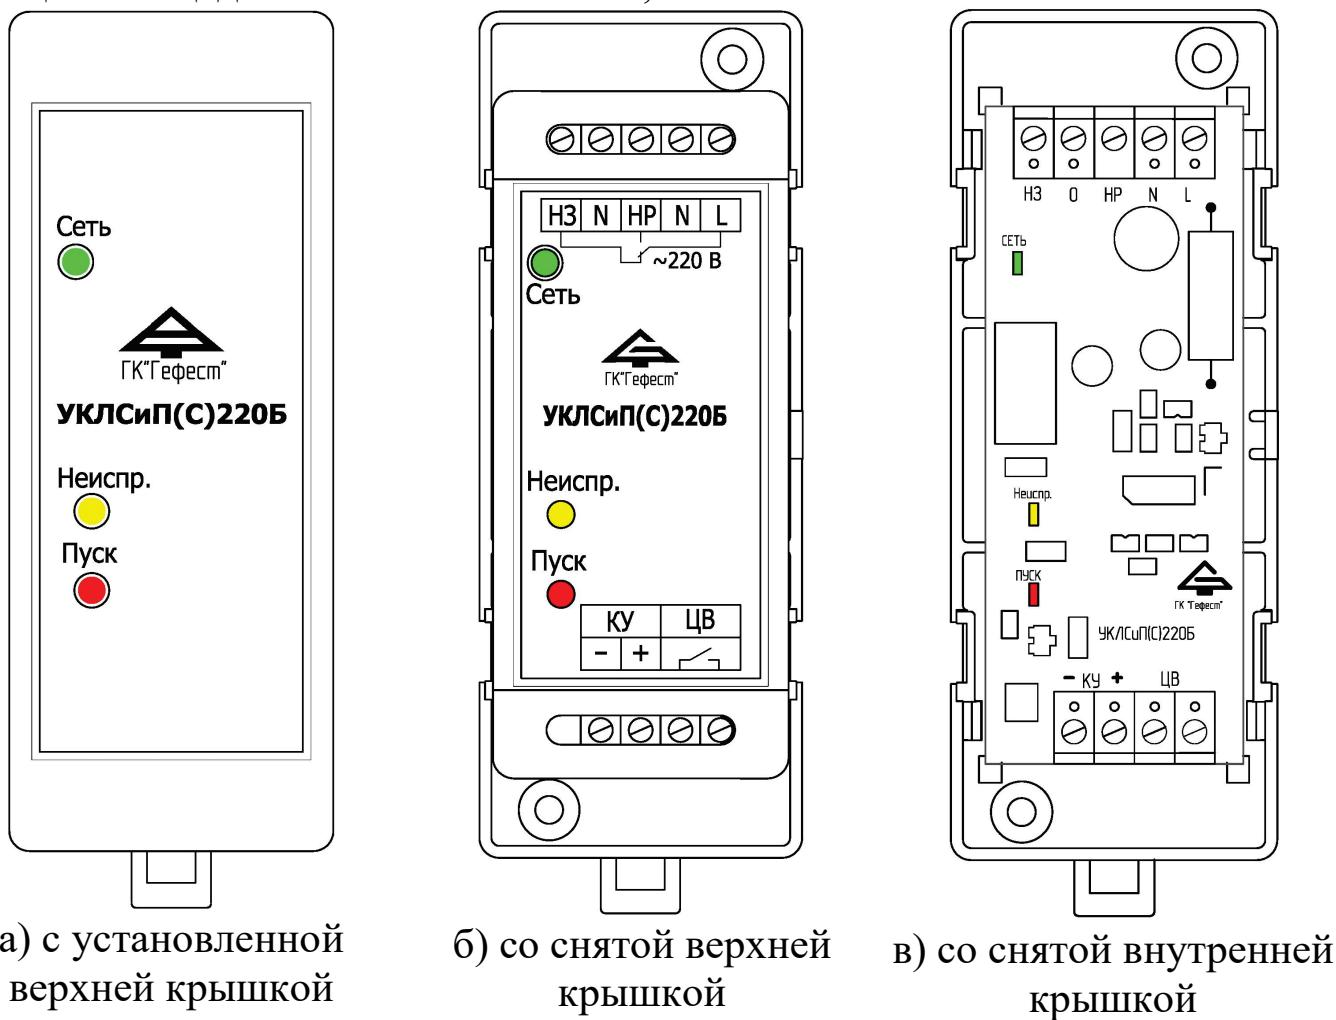

Рисунок 1. Внешний вид УКЛСиП(С)220Б
3.1 Конструктивно УКЛСиП(С)220Б выполнено в виде блока с двумя съемными крышками (см. рисунок 1).